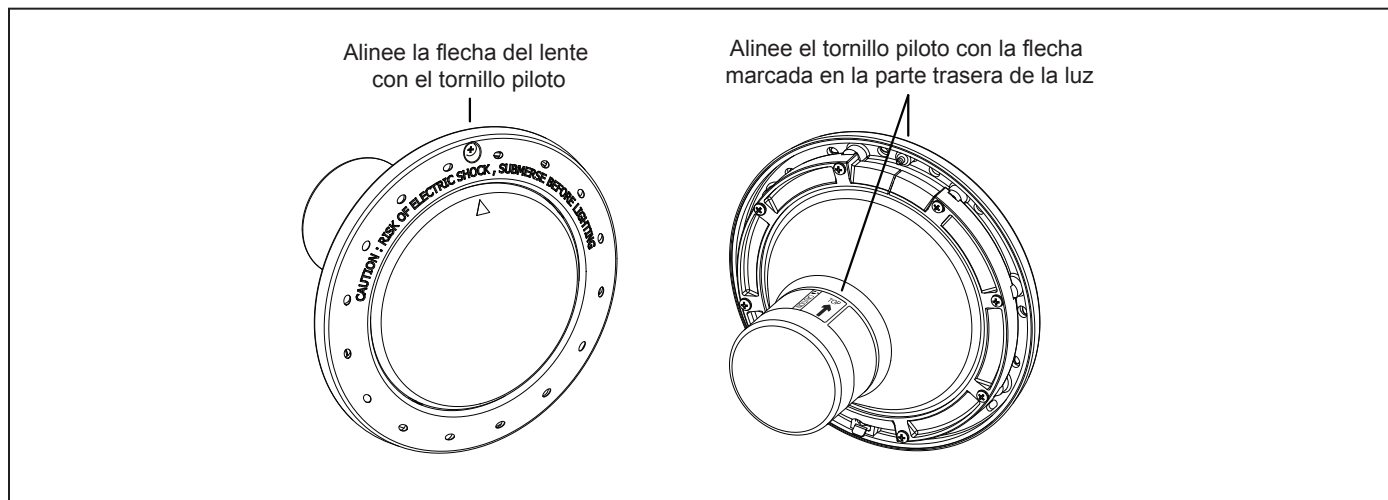

Figura 2. Alineación del lente, el aro frontal, el compartimento y las abrazaderas de las luces blancas para piscinas
- c. Coloque el lente y la empaquetadura sobre el conjunto de la luz. Coloque el aro frontal y la abrazadera superior sobre el lente, y alinee el tornillo piloto con la marca de la flecha pequeña en la cara del lente. Tenga en cuenta que la marca de la flecha pequeña sobre la cara del lente y el tornillo piloto del aro frontal deben estar alineados con la flecha ubicada en la etiqueta de la luz que dice, “Arrow on this label must line up with the pilot screw on the Face Ring” (la flecha en esta etiqueta debe estar alineada con el tornillo piloto del aro frontal). Véase Figura 2.
- e. Posicione la abrazadera inferior sobre el cable de electricidad y deslícela hacia la parte trasera de la luz y hacia la abrazadera superior. Véase Figura 2.
- f. Ajuste los ocho (8) tornillos Phillips para luces de piscina o los seis (6) tornillos Phillips para luces de spa haciendo la instalación en forma de cruz y alternando. Apriete los tornillos aproximadamente a 20 pulgadas libras. No apriete demasiado.
- a. Enrolle cuatro (4) pies de cable alrededor de la luz y coloque el conjunto en el nicho.